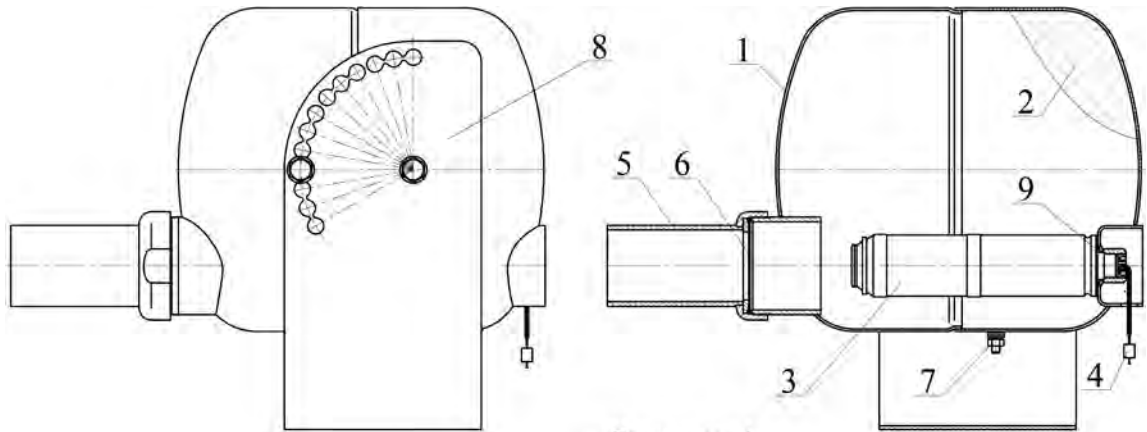

Рисунок 1
4.1.1 Модули исполнений МПП(Н)-10(ст), МПП(Н-Т)-10(ст) (см. рисунок 1) состоят из корпуса **1**, в котором размещаются огнетушащий порошок (ОП) **2** и источник холодного газа (ИХГ) **3** с элементом электропусковым **4**. В передней части корпуса находится насадок-распылитель **5**, входное отверстие которого перекрыто мембраной **6**. Модуль имеет заземляющий зажим **7**. МПП снабжён кронштейном **8**, обеспечивающим поворот модуля на необходимый угол при креплении его к потолку, стене или горизонтальной плоскости.
4.2.1 После подачи электрического импульса на выводы элемента электропускового 4 (см. рисунок 1) ИХГ 3 генерирует газ, который впускает ОП 2 и создает давление внутри корпуса МПП для вскрытия мембраны 6 и выброса через насадок-распылитель 5 струи ОП в зону горения.
6.2 Закрепить кронштейн 8 (см. рисунок 1) на потолке, стене или иной несущей плоскости, расположенной под любым углом относительно поверхности пола. Координаты отверстий в кронштейне, предназначенном для крепления МПП, приведены на рисунке 3.
7.3 Комплект поставки для перезарядки МПП(Н)-10(ст), МПП(Н-Т)-10(ст) (см. рисунок 1):
- огнетушащий порошок ИСТО-1 ТУ 20.59.52-001-54572789-2021 (поз. 2 рисунок 1) – 9,5 кг;
- мембрана черт. СИАВ 634233.007.005 (поз. 6 рисунок 1) – 1 шт.